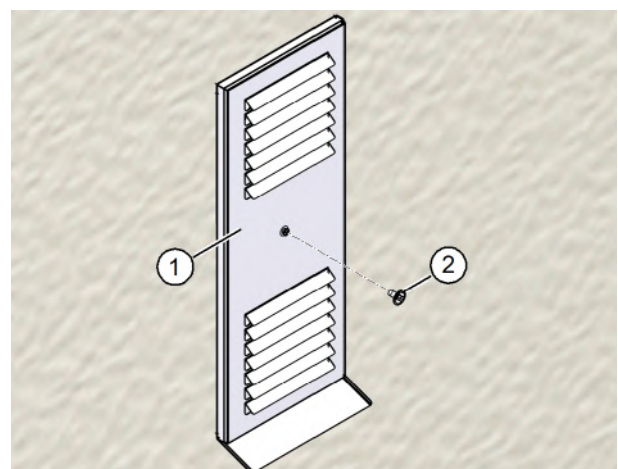

Abb. 20: Abdeckung befestigen
- ▶ Setzen Sie die Abdeckung (Pos. 1 in Abb. 20) lagerichtig auf die Grundplatte auf.
- ▶ Befestigen Sie die Abdeckung mit der Innensechskantschraube (Pos. 2 in Abb. 20).